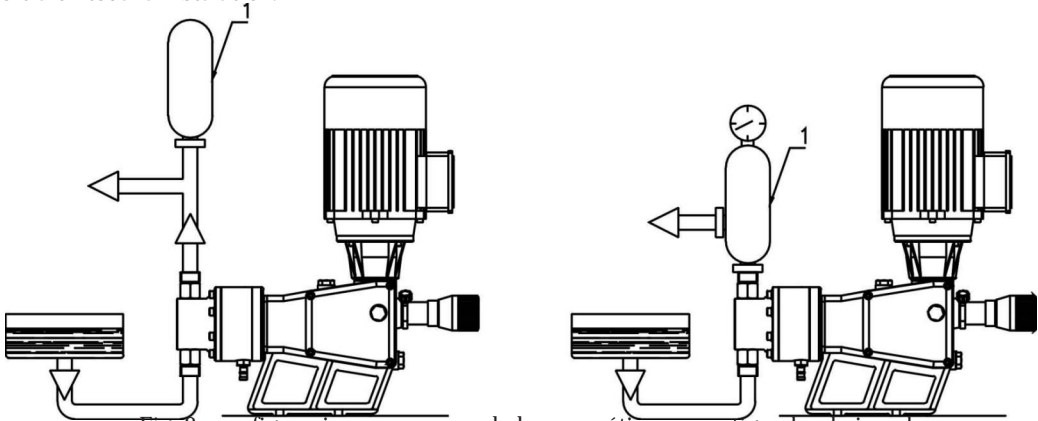

Fig. 8 - configuraciones con acumulador neumático o amortiguador de impulsos.
5.3.3. Configuración con acumulador neumático o cámara amortiguadora de impulsos (Ref. 1 - Fig. 8)